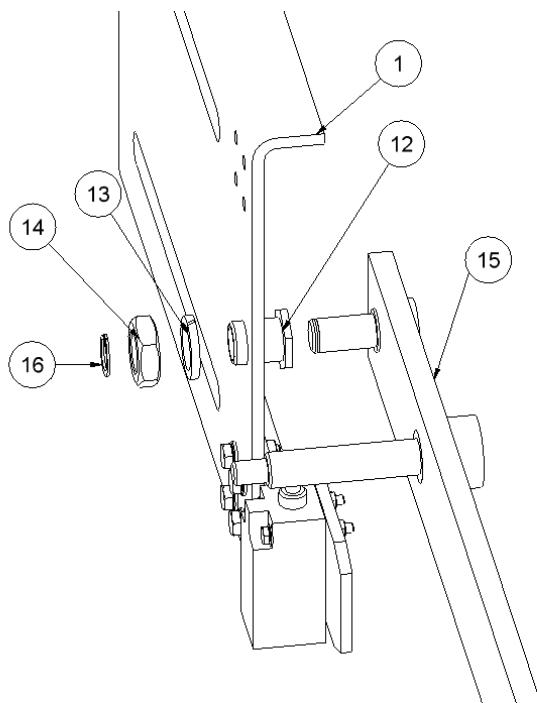

Figura 2
Introducir el Casquillo hexagonal (12), en el agujero del Amarre guía (1). Fijarlo con una arandela Grower DIN 127 M18 (13) y una tuerca DIN 936 M18 (14). Una vez fijado el Casquillo hexagonal, introducir el eje del conjunto Barra portapesas (15) en el Casquillo hexagonal, una vez metido el eje, introducir una arandela de seguridad DIN 471 D=12 (16), para impedir su salida, *Figura 2*.